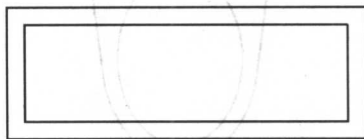

图4-3 偏移图形
3. 选择“修改”/“偏移”命令,将矩形向内偏移20mm,如图4-3所示。